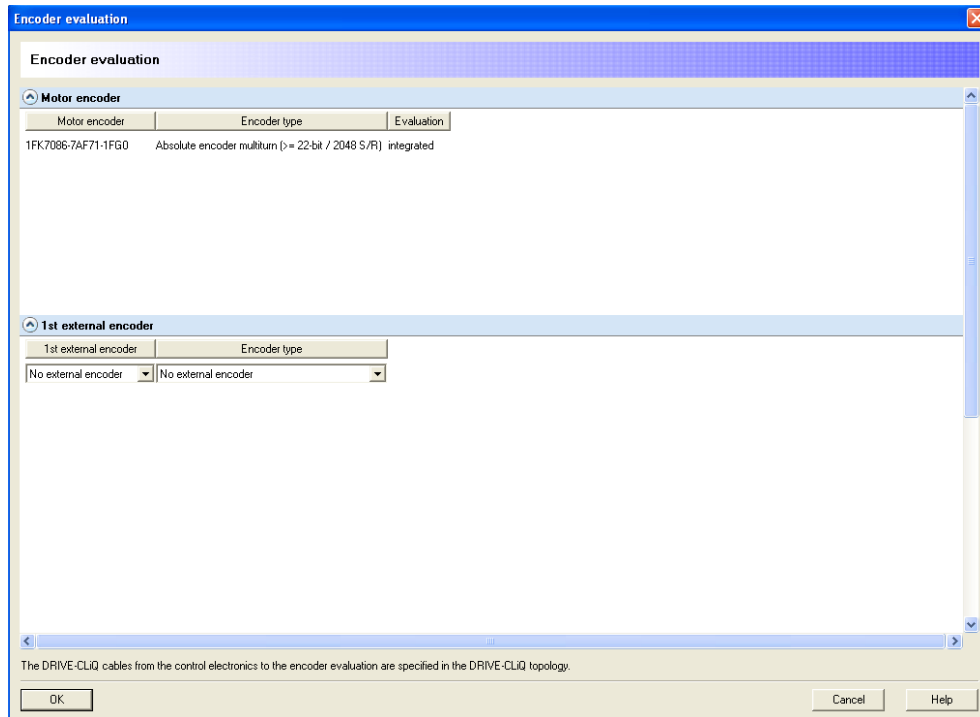

Figura 3.2.41 “Encóder evaluation”
- *Encoder evaluation*: pulsando su respectivo icono aparecerá la pantalla mostrada en la figura 3.2.41, en la que se confirmará que la evaluación del encóder se hará del encóder integrado en el motor, ya que no se ha configurado ningún tipo de encóder externo.